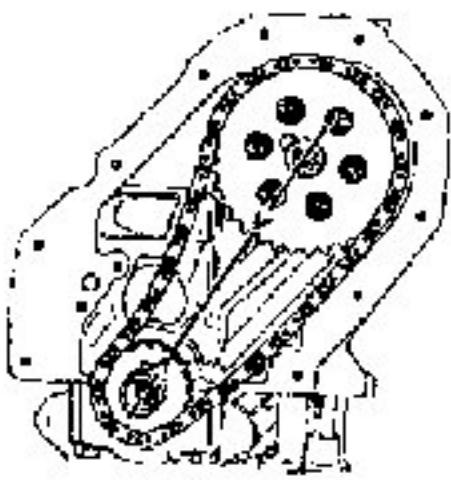

fig. 66
40. Apertar os parafusos do cabeçote observando a ordem indicada na fig. 66, em duas etapas, como segue: